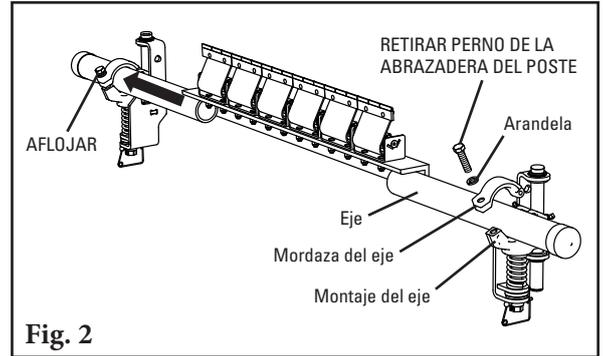

Fig. 2
2. **Instale el eje.** Retire el tornillo de la mordaza del eje y levante o quite la mitad superior de la mordaza del eje del tensor cerca del transportador y afloje el tornillo de la mordaza del eje en el lado opuesto. Deslice el eje a través del transportador y a través de la mordaza del eje floja, luego coloque cerca del extremo del eje en la mordaza del eje restante (Fig. 2). Reemplace la mitad superior de la mordaza del eje, reinstale el tornillo y apriete ambos tornillos con los dedos.